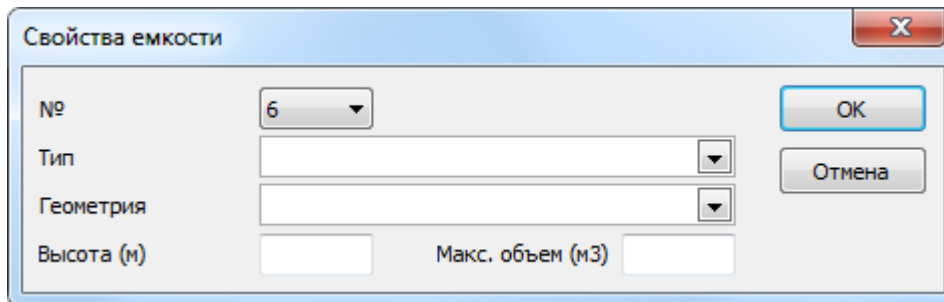

Рисунок 112. Диалог "Свойства ёмкости"
1. Нажмите на кнопку  для открытия диалога добавления ёмкости (рис. 112). Если в таблице нет ни одной ёмкости, можно воспользоваться кнопкой .
При редактировании информации о ёмкости работа происходит в диалоге **"Свойства ёмкости"** (Рис. 112, подробнее см. Расчёт объёмов ёмкости).
3. В появившемся диалоге, аналогичном диалогу при добавлении новой ёмкости (Рис. 112), отредактируйте необходимую информацию.